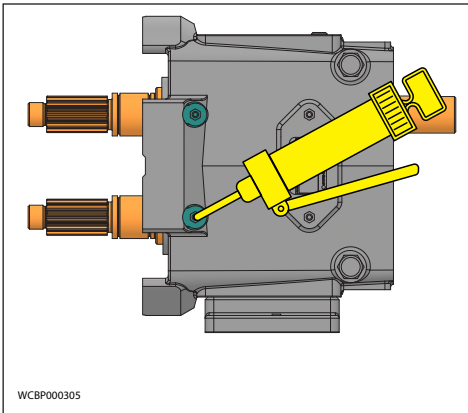

Abbildung 87 - Lageraufnahme montieren
17. **Schmieren Sie die Dichtungslippen (14) und bringen Sie die Schmierstoffdichtungen (14) in den Lageraufnahmen (32) an (Kompressionsfeder auf der Innenseite).**
18. Überziehen Sie die Flansche der Aufnahmen mit Silikonschmierstoff (Abbildung 87, Pos. A). **(bei silikonfreien Modellen kann Gore-Tex®-Dichtungsband verwendet werden.)** Die Schmierstoffdichtung (Pos. 14) ist bündig mit der Vorderseite der Lageraufnahme. Bei den Modellen 030 liegt die Schmierstoffdichtung an der Stufe im Innenumfang der Aufnahme an.
19. Montieren Sie die Lageraufnahmen (Abbildung 87, Pos. 32).